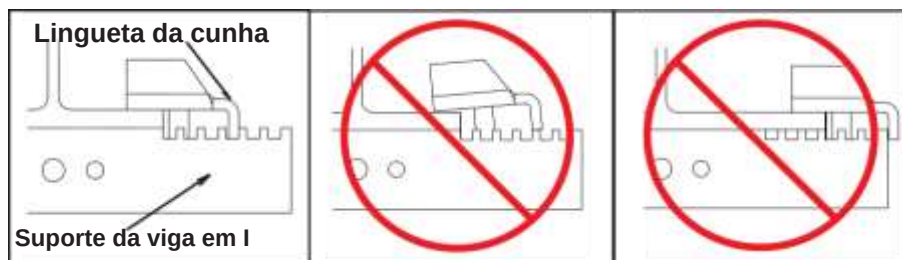

Figura 3-35
- Etapa 4. Deslize as linguetas da cunha para dentro da alma da viga até que os dois (2) parafusos de cabeça sextavada M12 x 100 mm toquem nos lados do flange da viga em I. Consulte a Figura 3-35.